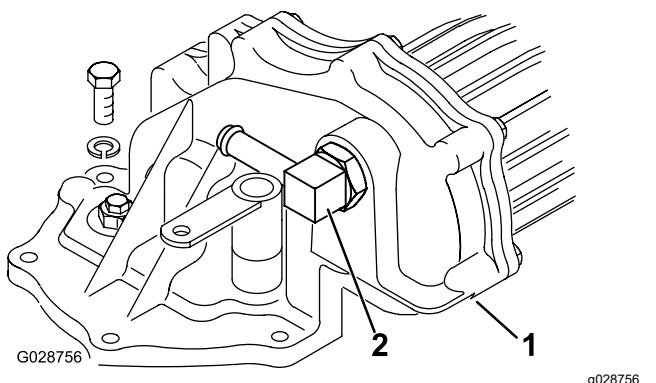

Figura 18
4. Montate il raccordo nella parte anteriore della nuova presa di forza e posizionatelo come illustrato nella Figura 18.
5. Rimuovete i 5 bulloni, le rondelle e il dado di bloccaggio che fissano la piastra di copertura al transaxle, quindi togliete la piastra di copertura con attenzione, per evitare di danneggiare la guarnizione O-ring (Figura 18).